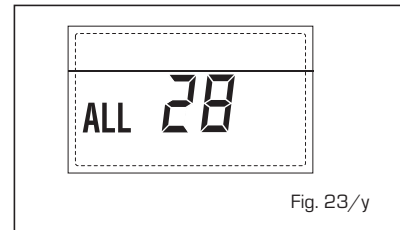

Fig. 23/y
- ANOMALÍA NÚMERO TARJETAS CONECTADAS "ALL 29" (fig. 23/z)